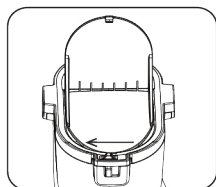

Рис. 9.1
- Передвиньте кнопку фиксации влево, крышка автоматически откроется и станет доступен большой порт для загрузки (Рисунок 9.1).